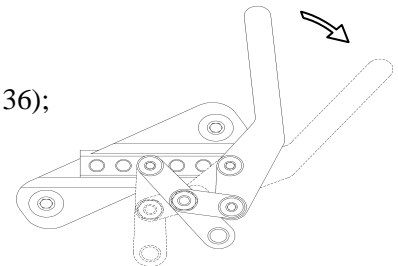

Figure 36 - Appliquer le frein
1. Pour **appliquer** les freins, pousser la poignée vers l'avant (figure 36);